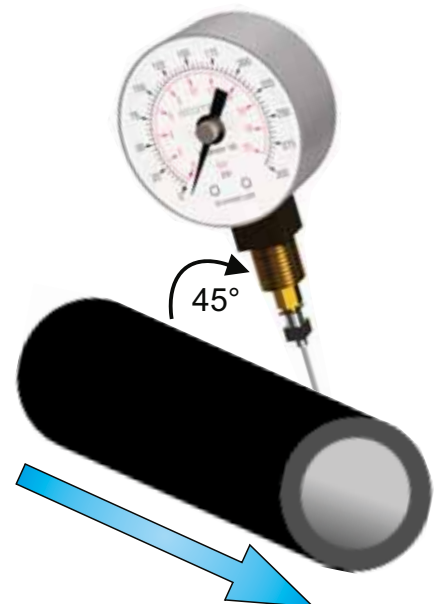

Figure 3
- 4 Insérez l'aiguille lentement mais fermement dans le tuyau à un angle de 45° par rapport au flux d'air/d'abrasif (voir Figure 3).